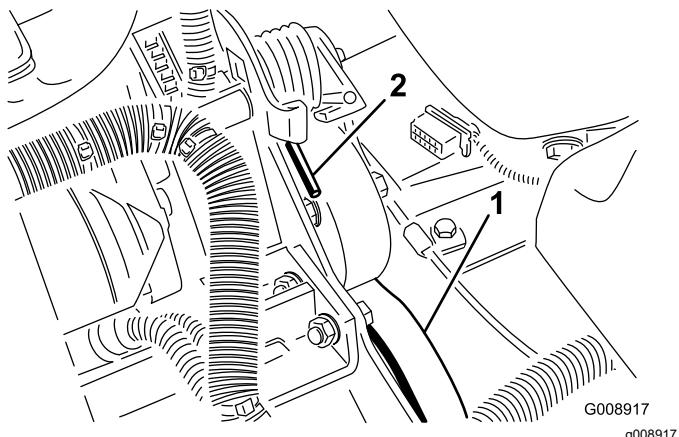

Figura 78
3. Empurre a mola para a frente e para trás (Figura 78) para a desprender do apoio e libertar a tensão da mola.